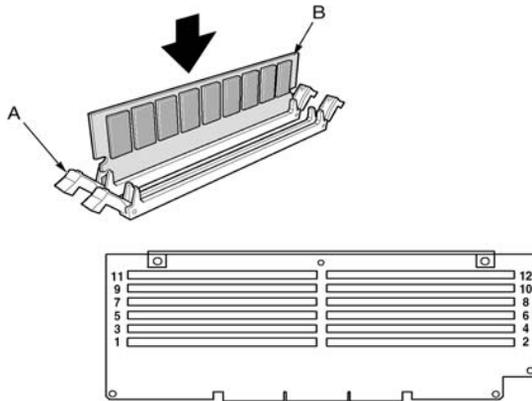

Abbildung 27 - Installation eines DIMMs
- 3 Öffnen Sie die Plastik-Auswurfhebel (Abbildung 27, A) an jedem Ende des DIMM-Sockels auf dem Speicherboard.